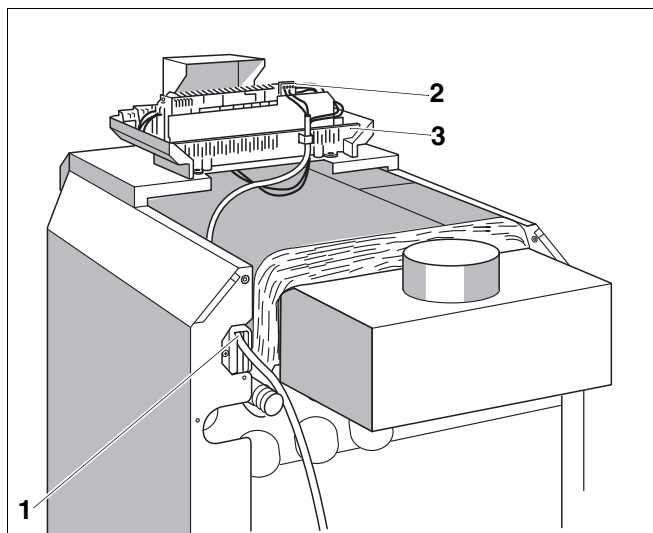

Abb. 17 Kabeleinführung und Steckverbindungen
- Bauseitige elektrische Anschlussleitungen und die Anschlussleitung von der Abgasüberwachung von hinten durch die Kabeleinführung (Abb. 17, **Pos. 1**) zum Regelgerät führen.
- Elektrische Anschlüsse nach beiliegendem Schaltplan an den Steckverbindungen (Abb. 17, **Pos. 2**) des Regelgeräts herstellen (Abb. 17).